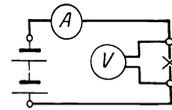

Abb. 7. Widerstandsbestimmung einer Glühlampe im warmen Zustande.
49. Um den Widerstand einer Metalldrahtlampe im warmen Zustand zu messen, wurde ein Spannungsmesser V an die Klemmen der Lampe angelegt, ein Strommesser A in den Lampenstromkreis geschaltet, wie Abb. 7 zeigt, und dabei gemessen: $U_L = 110$ [220] V, $J = 1,82$ [7,28] A. Wie groß ist demnach der Widerstand der leuchtenden Lampe?